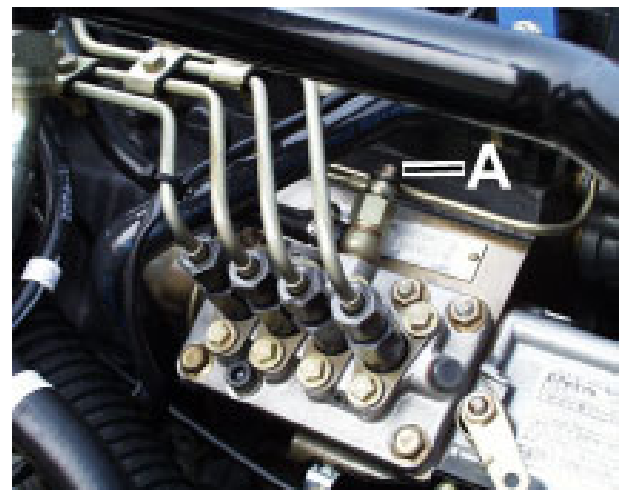

Fig.11
4. Aprire lo sfiato dell'aria (A) sul lato della pompa di iniezione per lasciar uscire l'aria (Fig.11).